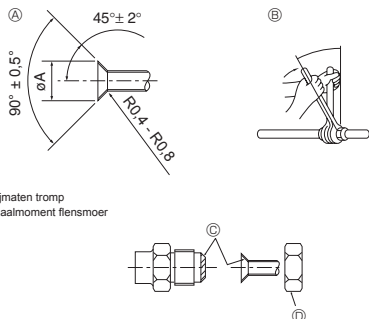

Fig. 5-1
(A) (Fig. 5-1)
(B) (Fig. 5-1)
5.2. Aansluiten van de pijpen (Fig. 5-1)
- Doe een dun laagje koelmachineolie op de leiding en het aansluitingsoppervlak voordat u de "flare"-moer vastdraait. (A)
- Draai met gebruik van twee pijptangen de aansluitende leidingen vast. (B)
- Breng koelolie aan op de aansluitingsoppervlakken. (C)
- Gebruik de flensmoeren voor de volgende pijpaafmetingen. (D)